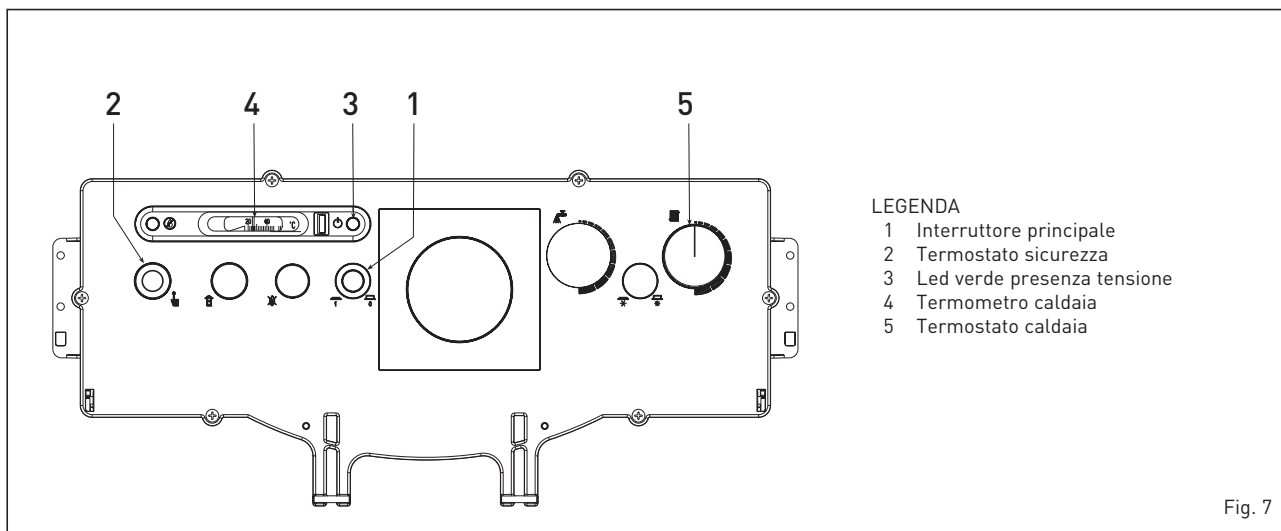

Fig. 7
3.2.1 Accensione caldaia (fig. 7)
3.2.2 Termostato sicurezza (fig. 7)
3.2.4 Spegnimento caldaia (fig. 7)